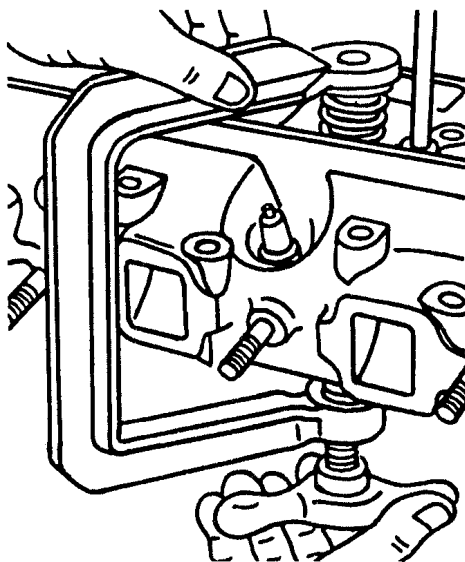

Рис.53. Снятие пружины клапана
32. С помощью съемника снять клапаны (рис.53) и уложить их на стеллажи согласно порядковым номерам. Съемник позволяет осуществлять снятие и установку пружин клапанов на головках цилиндров, как с присоединенными к ним выпускными коллекторами, так и без них. При снятии клапанов необходимо соблюдать осторожность, чтобы не повредить маслоотражательные колпачки. Для облегчения снятия тарелки клапана с сухарей рекомендуется после предварительной затяжки винта съемника слегка ударить рукояткой молотка по съемнику.